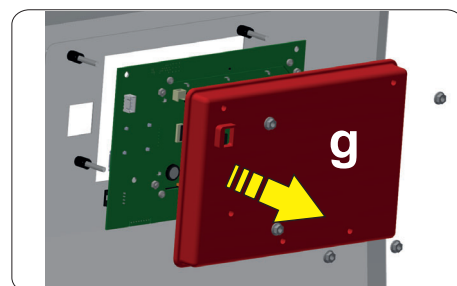

Abb. 14
- Die Platine ersetzen. Montieren Sie wieder die Plastik-Abdeckung und die Dichtung, und achten Sie dabei darauf, dass die Dichtung auf dem Blech haftet (Punkt **g** - siehe **Abb. 14**).